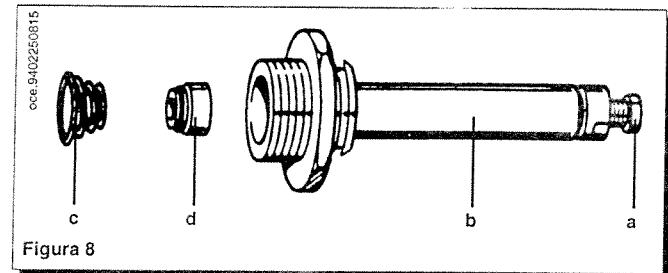

Figura 8
- sostituire la molla avendo cura di posizionarla correttamente (figura 8);
- avvitare a fondo, senza forzare, la vite nera (a) al canotto (b) (figura 8);
- aprire il rubinetto gas e ruotare la manopola (3) predisponendo la caldaia in posizione Estate (E);
- *substituir el resorte asegurándose de que sea posicionado correctamente (figura 8);*
- *atornillar completamente, sin forzar; el tornillo negro (a) al manguito (b) (figura 8);*
- *abrir el grifo gas y hacer girar el botón (3) predisponiendo la caldera en posición Verano (E);*
- svitare la vite nera (a) (figura 8) fino a raggiungere il valore di pressione corrispondente alla potenza ridotta vedi tabella 1 a pagina 19;
- desatornillar el tornillo negro (a) (figura 8) hasta alcanzar el valor de presión correspondiente a la potencia reducida (véase tabla 1 en página 19);